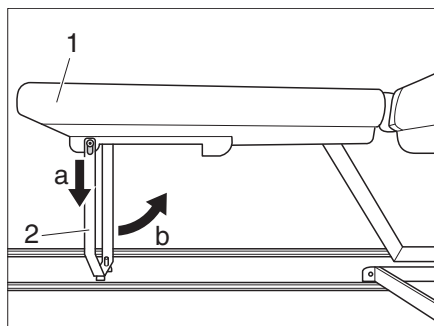

Figure 7 Replier les pieds
- Appuyer sur la rallonge de lit (Figure 7, 1) vers le bas (a), replier les pieds (Figure 7, 2) (b) et retirer la rallonge de lit.